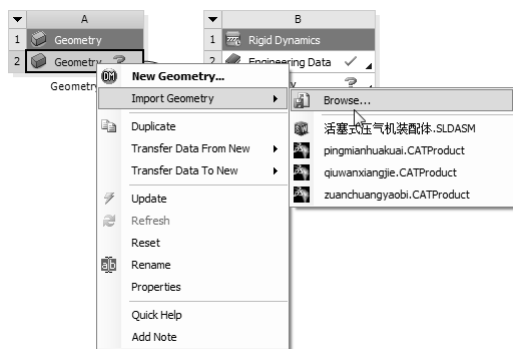

图 10-40 选择【Import Geometry】|【Browse】命令
1) 在 A2 栏的【Geometry】项上单击鼠标右键，在弹出的快捷菜单中选择【Import Geometry】|【Browse】命令，如图 10-40 所示，弹出【打开】对话框。